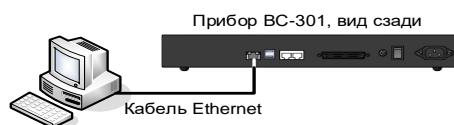

Рис. 5 Схема подключения контроллера «ВС-301» к ПК
2. подключите контроллер к управляющему ПК: подсоедините один конец Ethernet-кабеля к разъему RJ45 сетевой карты на ПК, а второй – к разъему RJ45 с надписью «сеть» на задней панели контроллера – см. Рис. 5 (контролер по сети Ethernet может быть присоединен к управляющему ПК на расстоянии до 150 м);